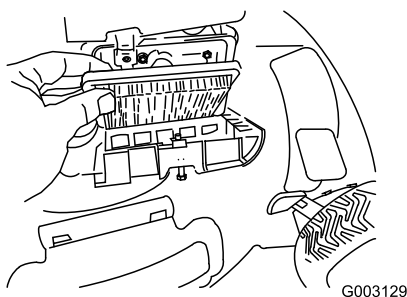

Figure 45
4. Remettez le couvercle en place (Figure 45).